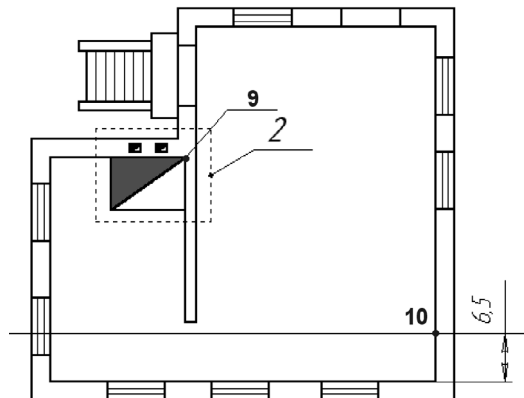

Рис. 39.8. Выполнение вспомогательных построений
2. Постройте вспомогательную прямую, параллельную внутренней нижней стене строения, на расстоянии 6,5 мм от нее (рис. 39.8).